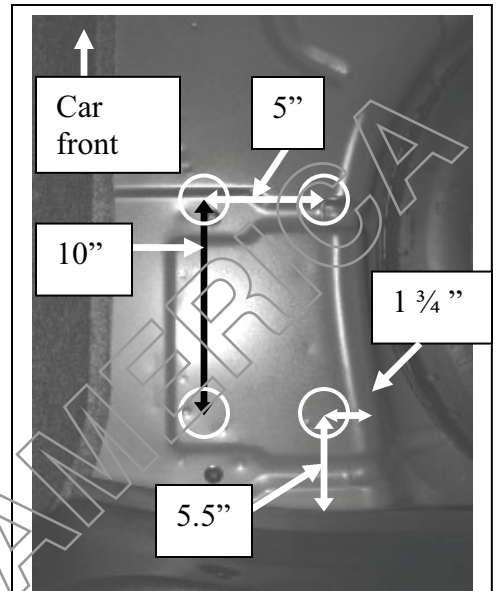

FIGURE 13
23. Enlarge holes to 1/2" (**FIGURE 13**).